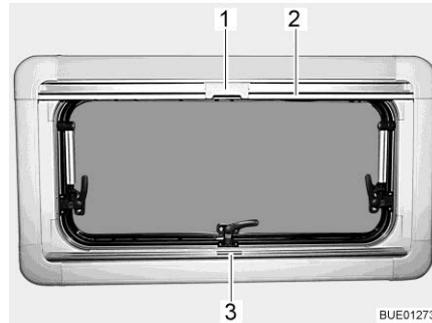

Fig. 57 Ventana abatible
- Sujetar el estor plegable por el centro del agarra-dero (Fig. 57,3), tirar de abajo a arriba y soltarla a la altura deseada. El estor plegable se queda fijo a esta altura.
- Tirar del agarra-dero de la mosquitera enrollable (Fig. 57,2) hacia abajo hasta que choque con el agarra-dero del estor plegable (Fig. 57,3).
- Bloquear el cierre (Fig. 57,1) de la mosquitera enrollable con el agarra-dero del estor plegable.
- Empujar hacia atrás el cierre (Fig. 57,1) de la mosquitera enrollable por arriba.
- Regresar la mosquitera enrollable lentamente en el agarra-dero (Fig. 57,2).